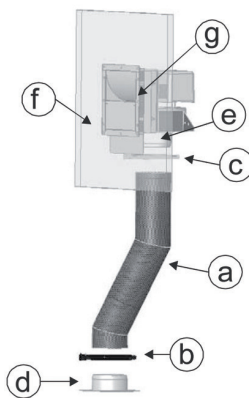

FIGURE 1 – BRANCHEMENT DES TUBES
Avant d'installer le KIT COMFORT BASIC AIR à ventilation naturelle ou forcée, s'assurer d'avoir prédisposé le matériel comme suit (fig.1):
- raccorder les tuyaux flexibles (a) et les brides (d) D.150 aux raccords placés sur la partie supérieure de la thermo-cheminée (fig.1).
- raccorder les brides placées sur la partie haute de la thermo-cheminée au tuyau D.100 (fig.1).